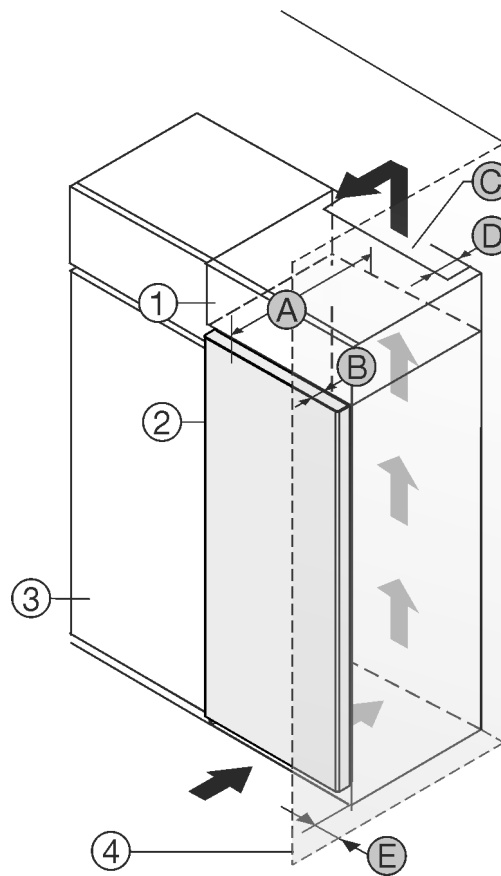

Fig. 1
- (1) Nastavná skříňka *
- (2) Příklad *
- (3) Kuchyňská skříň *
- (4) Stěna *
- (5) Hloubka dvířek *
- (6) Ventilační průřez *
- (7) Vzdálenost zadní strany přístroje *
- (8) Vzdálenost k zadní straně přístroje *
Můžete příklad nainstalovat přímo vedle kuchyňské skříňky Fig. 1 (3).*
Na zadní straně nastavné skříňky musí být větrací šachta hluboká Fig. 1 (6) přes celou šířku nastavné skříňky.*
Pod stropem místnosti musí být dodržen ventilační průřez Fig. 1 (6).*
Když příklad instalujete závěsy vedle stěny Fig. 1 (4), musí být vzdálenost mezi přístrojem a stěnou minimálně 13 mm.*
Aby bylo možné dvířka plně otevřít, musí příklad přesahovat o hloubku dvířek Fig. 1 (5) vůči přední linii kuchyňské skříňky. V závislosti na hloubce kuchyňských skříňek Fig. 1 (3) a použití vymezených odstupů od stěny může příklad vyčnívat dále.*